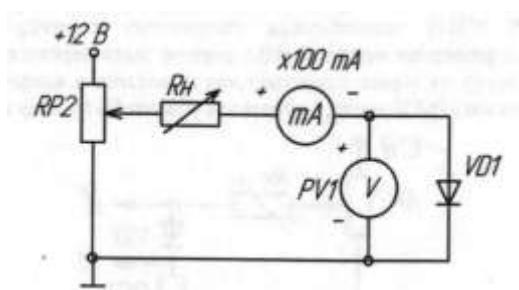

Рисунок 2.1- Схема для снятия ВАХ для прямой ветви
- a) Собрать схему для исследования выпрямительного диода на постоянном токе в соответствии с принципиальной схемой рис. 2.1. Для измерения анодного тока включить миллиамперметр постоянного тока с пределом 100 мА. Для измерения анодного напряжения использовать мультиметр. Последовательно с диодом включить токоограничивающий резистор R_H .
Снять вольтамперную характеристику выпрямительного диода на постоянном токе для прямой ветви (рис. 2.1); для снятия характеристик регулировать напряжение на выходе потенциометра; результаты измерений занести в таблицу Таблица 2.1. Построить ВАХ диода, определить основные точки на характеристике.